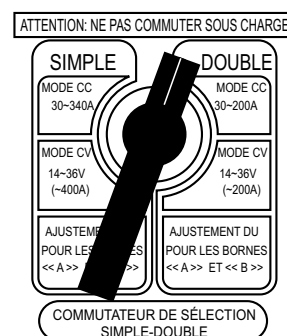

**Figure 36. Sélecteur simple-double (Position double)**
- Placer le sélecteur de mode de soudage (Figure 36) dans la position **double**.